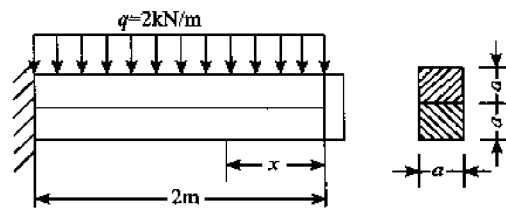

图 5-32
6. 如图 5-32 所示悬臂梁是由两个正方形截面梁组成, 两根梁在自由端处用螺栓连接, 已知螺栓的剪切许用应力 $[\tau] = 60 \text{ MPa}$, $a = 10 \text{ cm}$, 试选择螺栓的直径 d 。